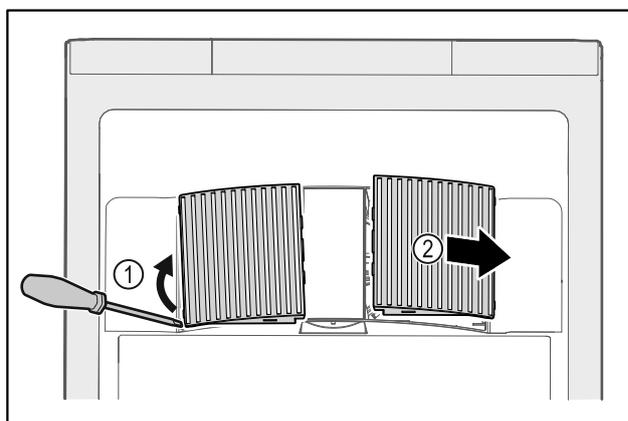

Fig. 171
- ▶ Ventilatorabdeckungen vorsichtig von der Seite heraushebeln Fig. 171 (1) und nach vorne abnehmen Fig. 171 (2).